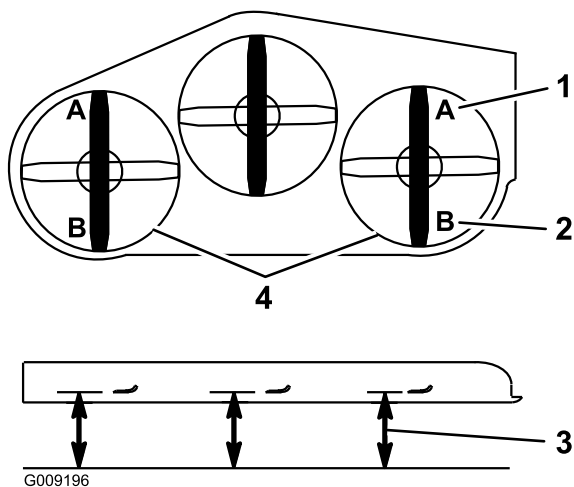

Figure 92
9. De chaque côté du tablier de coupe, mesurez la distance entre la surface plane et la pointe avant de la lame (position A), comme montré à la Figure 92.
16. De chaque côté du tablier de coupe, mesurez la distance entre la surface plane et la pointe arrière de la lame (position B), comme montré à la Figure 92.